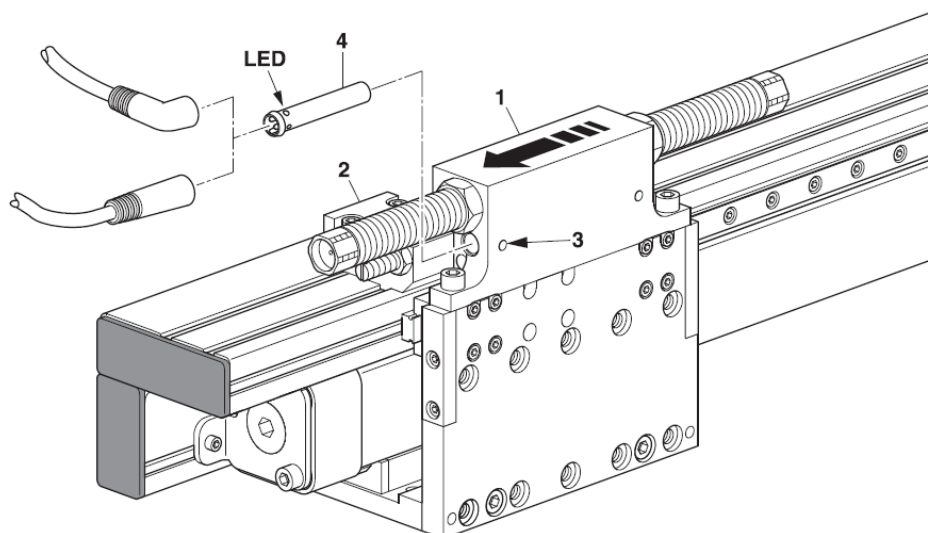

Fig. 36 Montage de l'initiateur D 6,5 mm dans le PMP / PMP-c version 02
1. Amener le chariot (Fig. 36, 1) en position finale (Fig. 36, 2).
2. Desserrer la vis (Fig. 36, 3).
3. Pousser l'initiateur (Fig. 36, 4) dans la boîte jusqu'à ce qu'il soit activé (LED).
4. Resserrez les vis (Fig. 36, 3).